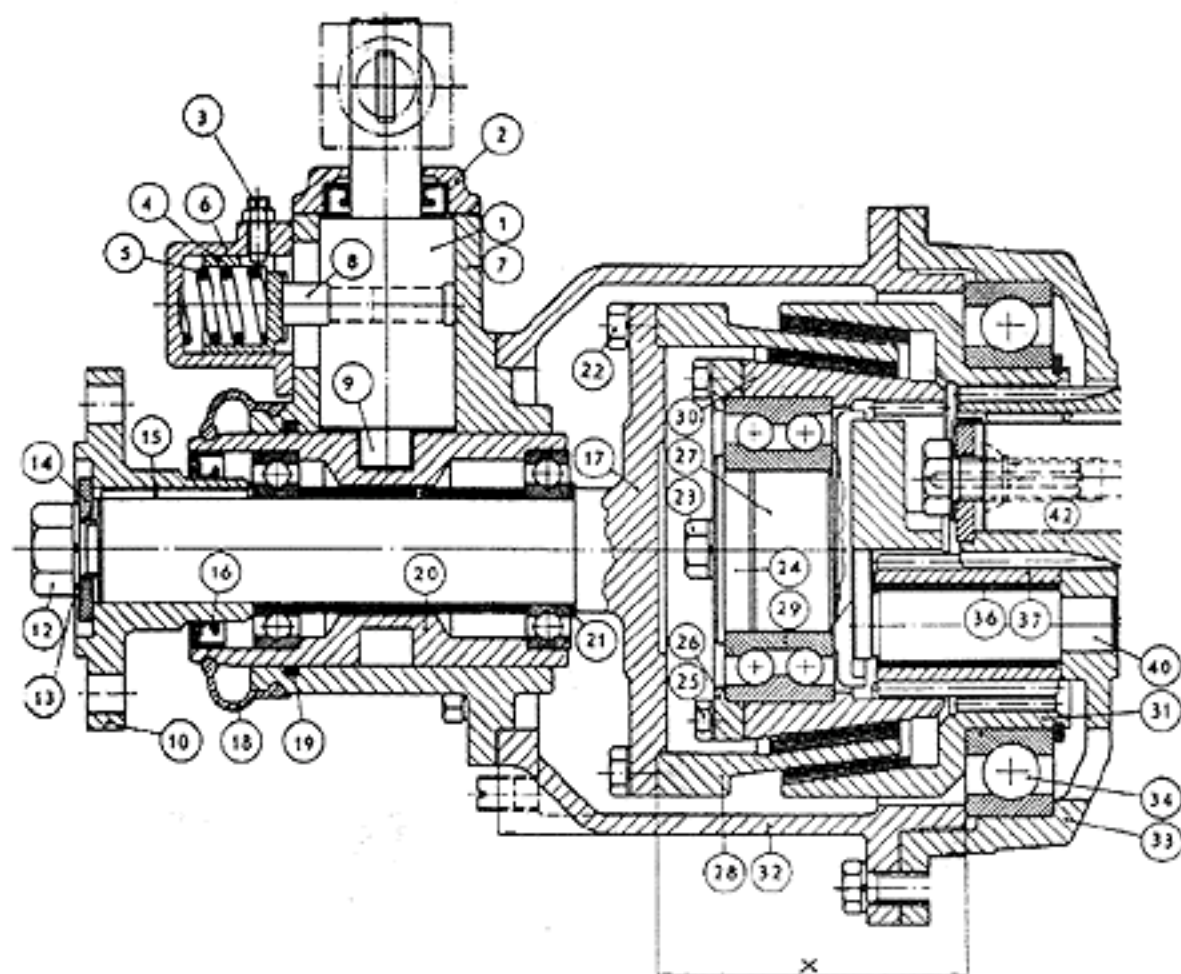
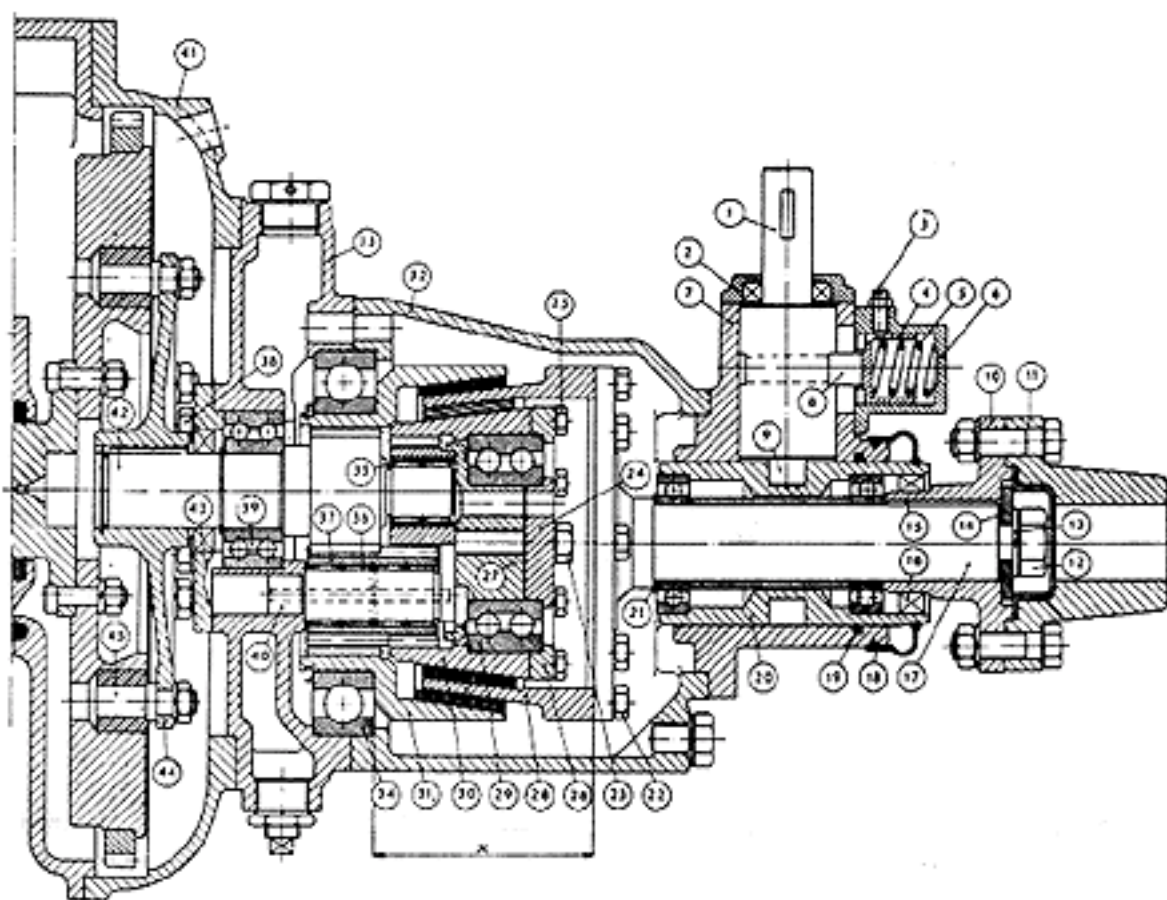

Fig. 4 Snittbild av backslag utv. 1,87:1
Fig. 5 Snittbild av backslag utv. 1, 91:1
I reparationsanvisningen hänvisas till fig. 4 för RB-backslag med utv. 1,87:1 och till fig. 5 för utv. 1,91:1.
11. Gäller endast backslag 1,91:1, se fig. 5.
12. Driv ut axeln (40) med kugghjulet (37) och lager (36). Betr. förvaring av lagren, se punkt 11.
13. Gäller endast Backslag 1,91:1, se fig. 5.
1. Montera lagret (36) och kugghjulet (37) samt tryck in axeln i huset (33).
2. Montera kugghjulet (31) med lagret (34) i huset (33).
3. Gäller endast Backslag 1, 91:1, se fig. 5.
4. Gäller endast Backslag 1, 91:1, se fig. 5.
5. Gäller endast Backslag 1, 91:1, se fig. 5.